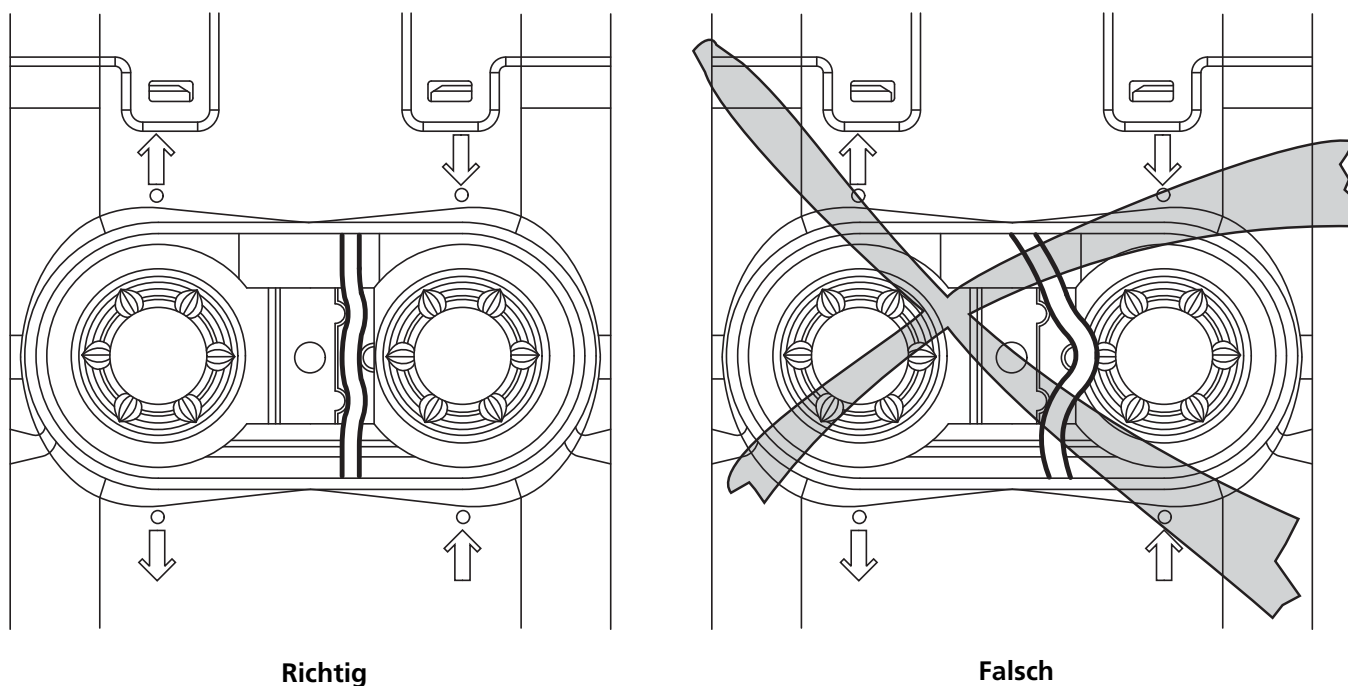
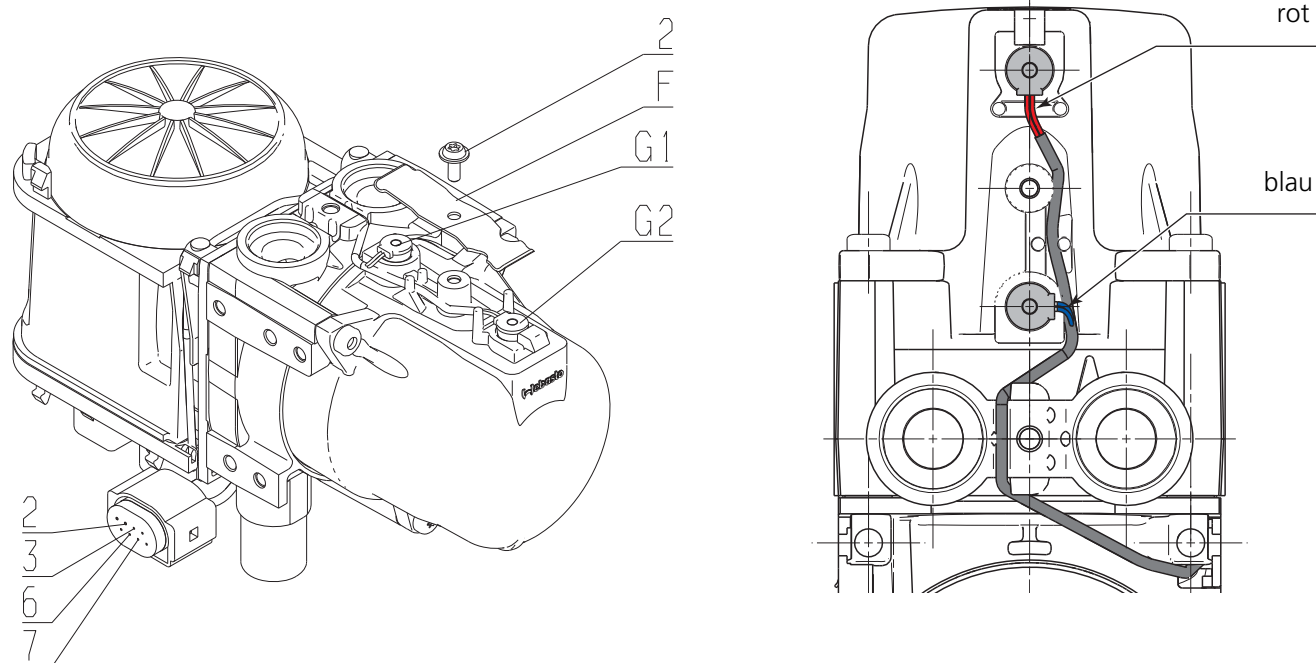

Abb. 910 Kabelverlegung Temperaturfühler und Überhitzungssensor bei Wasserstutzenvariante A
Abb. 911 Kabelverlegung Temperaturfühler und Überhitzungssensor bei Wasserstutzenvariante B
Kabelverlegung bei radial dichtenden Wasserstutzenvariante A mit Verzahnung (Abschnitt 9.2.3.1, mit Halteplatte aus Edelstahl): siehe Abb. 910.
Kabelverlegung bei axial dichtenden Wasserstutzenvariante B (Abschnitt 9.2.3.1, mit Halteplatte aus Aluminium): siehe Abb. 911.
1. Sensoren mit Kühlmittel benetzen und in die Bohrung des Wärmeübertragers bis auf Anschlag drücken. Dabei auf richtige Position der Sensoren und Lage der Kabel achten (siehe Abb. 910 und Abb. 911).
2. Haltefeder auflegen und mit Schraube (2) mit $4 \pm 0,4$ Nm Anzugsmoment befestigen. Vor dem Verschrauben darauf achten, dass die Leitungen wie abgebildet nicht durch die Haltefeder gequetscht werden. Die Haltefeder (F) muss mit den 2 seitlichen Ausnehmungen nach vorne zeigen und durch die Positionierstifte des Wärmeübertragers fixiert werden.
3. Kabel entsprechend Abb. 910 und Abb. 911. straff verlegen. Das Kabel darf nicht außerhalb des vorgesehenen Kabelkanals liegen, da es sonst bei der Montage der Wasserstutzen beschädigt werden kann.